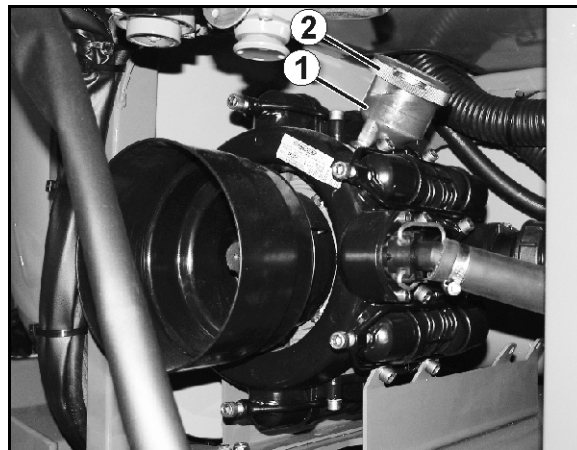

Fig. 172
1. Controlați dacă nivelul uleiului este vizibil la marcajul (Fig. 172/1) când pompa nu este în funcțiune și se află în poziție orizontală
2. Scoateți capacul (Fig. 172/2) și completați cu ulei, dacă nivelul uleiului nu este vizibil la marcajul (Fig. 172/1).
2. Scoateți capacul (Fig. 172/2).
5. Rotiți arborele de antrenare alternant spre dreapta și stânga și alimentați lent cu ulei nou. Cantitatea de ulei corectă se obține când uleiul este vizibil la marcajul (Fig. 172/1).
- Aveți în vedere poziția de montare a supapelor de aspirare sau presiune, înainte de a scoate grupurile de ventile (Fig. 172/5).
- La asamblare aveți în vedere ca ghidajul supapei (Fig. 172/9) să nu se deterioreze. Deteriorările pot duce la blocarea supapelor.
- Strângeți neapărat piulițele (Fig. 172/1,2) cruciș, cu momentul de strângere indicat. Strângerea necorespunzătoare a șuruburilor duce la tensionare și astfel la neetanșeități.
2. Desfaceți șuruburile (Fig. 172/1) și îndepărtați cadrul de strângere (Fig. 172/2).
3. Scoateți canalele de aspirare și de refulare (Fig. 172/3 și Fig. 172/4).
4. Extrageți grupurile de supape (Fig. 172/5).
5. Verificați dacă scaunul supapei (Fig. 172/6), supapa (Fig. 172/7), arcul supapei (Fig. 172/8) și ghidajul supapei (Fig. 172/9) prezintă deteriorări, respectiv uzură.
6. Îndepărtați inelul O (Fig. 172/10).
8. După verificare și curățare, montați grupurile de supape (Fig. 172/5).
9. Introduceți inele O (Fig. 172/10) noi.
10. Prindeți în flanșă canalul de aspirare (Fig. 172/3) și canalul de refulare (Fig. 172/4) pe carcasa pompei și montați cadrul de strângere (Fig. 172/2).
11. Strângeți șuruburile (Fig. 172/1) în cruce, cu un cuplu de **11 Nm**.